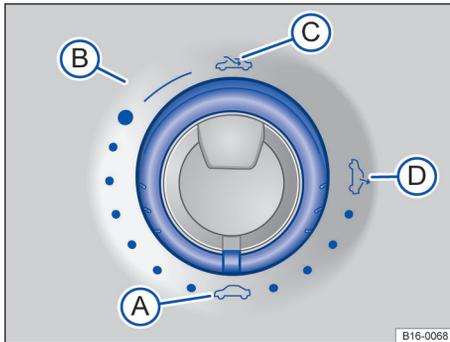

Fig. 34 En el techo interior: mando giratorio del techo corredizo y deflector.
Gire el mando giratorio ⇒ fig. 34 a la posición deseada para ajustar las siguientes posiciones del techo corredizo y deflector:
- Gire el mando hasta la posición ⇒ fig. 34  y tire de la parte trasera del mismo hacia abajo hasta que el techo corredizo y deflector se haya cerrado completamente.